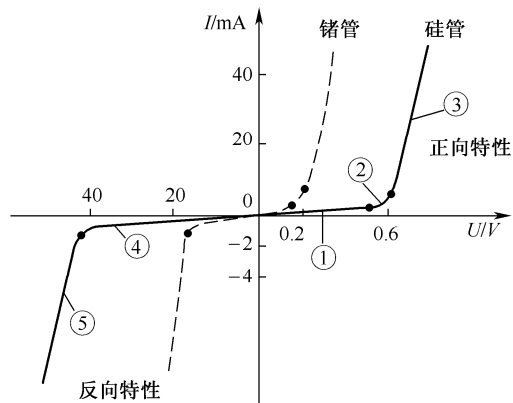

图 1.2-3 二极管的伏安特性曲线
二极管由 PN 结构成, 因此, 二极管也具有单向导电性。通过实测得到二极管的伏安特性曲线如图 1.2-3 所示。
当时，二极管处于正向特性区。正向特性区又分为三段：①段、②段和③段，如图 1.2-3 所示。
①段，虽然  $U > 0$ ，但是二极管的正向电压很小，此时正向电流也非常小（几乎为 0），如图 1.2-3 中曲线的①段，这个区域通常称为死区。当二极管的正向电压超过某一值时，正向电流就从零开始增大。使二极管刚开始导通时的电压称为死区电压（开启电压），用  $U_{th}$  表示。一般硅二极管的死区电压为 0.5V 左右，锗二极管的死区电压为 0.1V 左右。
②段，当时  $U > 0$ ，且较小时，开始有正向电流，但二极管正向电流随电压的增长而增长，如图 1.2-3 中曲线的②段。
③段，当时  $U > 0$ ，且较大时，二极管正向电流迅速增大，如图 1.2-3 中的曲线的③段。一般取硅二极管的正向导通电压为 0.7V；锗二极管的正向导通电压为 0.2V。
当时，二极管处于反向特性区。反向特性区也分为两段，如图 1.2-3 所示。
④段，当时  $U < 0$ ，且很小时，反向电流很小（几乎为 0），且基本与反向电压的大小无关。
⑤段, 当时  $U < 0$ , 且很大时, 二极管内的 PN 结被击穿, 二极管的反向电流将随反向电压的增加而急剧增大, 如图 1.2-3 中的曲线的⑤段。此现象称为反向击穿。反向击穿后, 只要此时二极管的功率不超过 PN 结的耗散功率, 二极管一般都不会被损坏。只要撤掉反向电压, 二极管性能恢复, 这种击穿称为电击穿; 如果反向击穿电流过高, 则导致 PN 结被烧坏, 这种击穿称为热击穿。